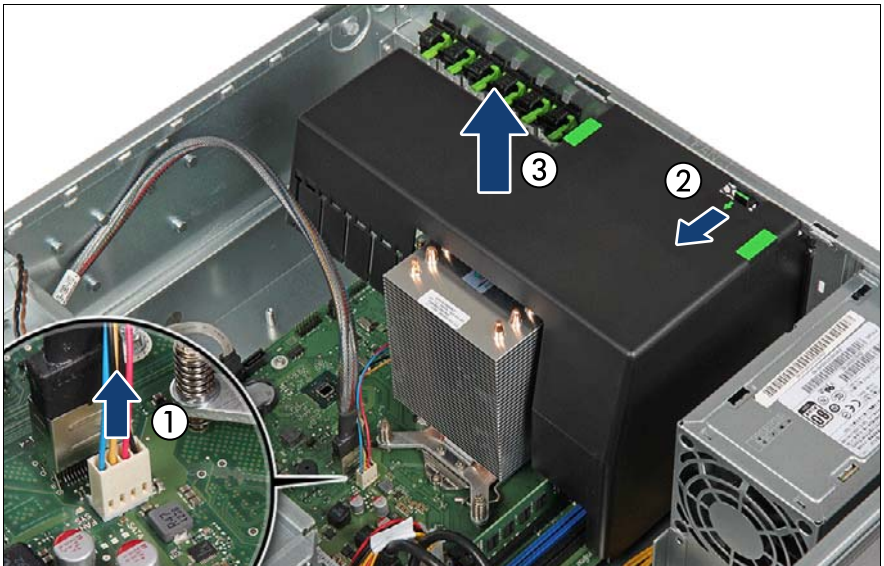

図 68: ファンモジュールの取り外し
- ▶ システムボードコネクタ FAN1 SYS にファンケーブルを取り付けます（図 68 を参照）。